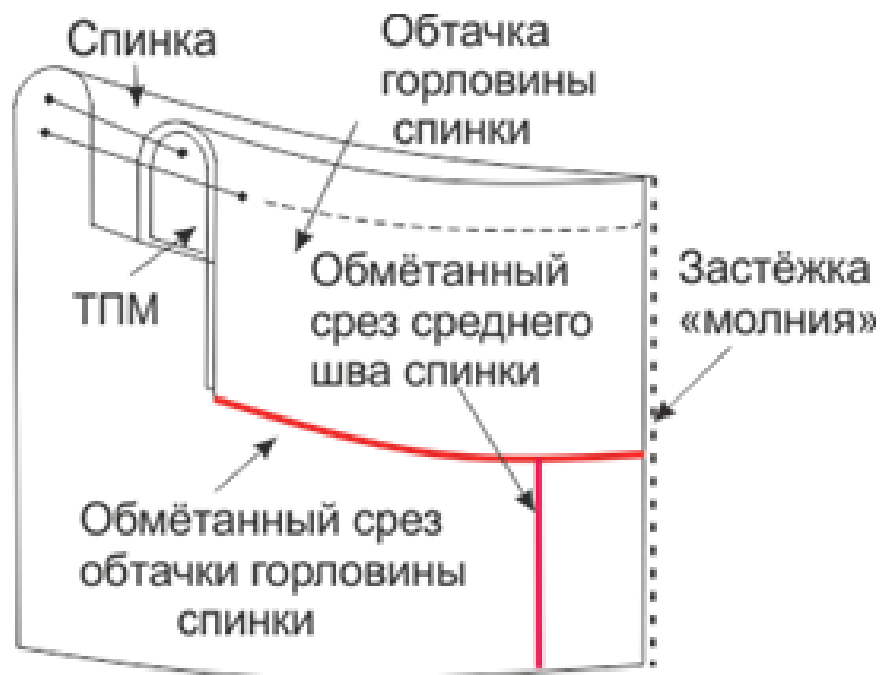

Рисунок 3
2. Обтачать срез горловины платья обтачкой (рис. 3). Припуски шва заутюжить в сторону обтачки.